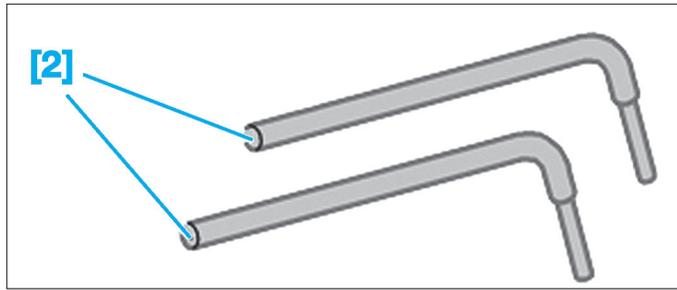

Fig. 50
- [2]. Leviers de décolllement de la culasse (réf : 0188-L) (Fig.50).